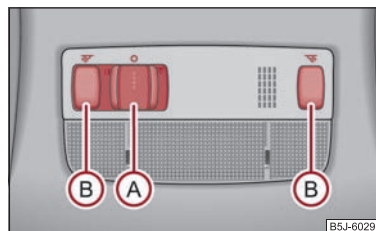

Abb. 41 Ausschnitt des Dachhimmels: Innenbeleuchtung vorn / hinten
- Drücken Sie den Schalter **A** nach rechts, es erscheint das Symbol ☞ \Rightarrow Abb. 41.
- Drücken Sie auf einen der Schalter **B** \Rightarrow Abb. 41, um die rechte oder linke Leseleuchte ein- bzw. auszuschalten.